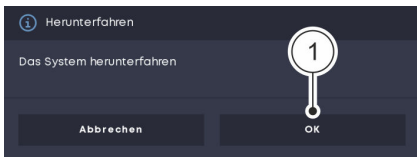

Abb. 59 Roboter ausschalten
02. Im Pop-up-Fenster mit „OK“ bestätigen, um den Roboter auszuschalten Abb. 59 / ①.